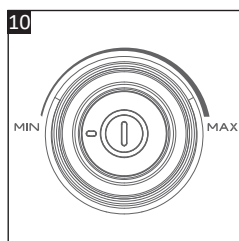

Рис. 10
- Поверніть регулятор потужності всмоктування (13), щоб відрегулювати потужність всмоктування відповідно до типу поверхні (рис. 10).